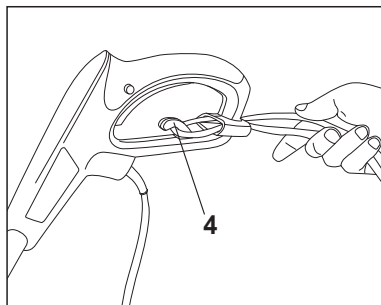

Fig. 5
1. Doublez la rallonge sur environ 30 cm depuis l'extrémité et passez la boucle à travers le trou de la poignée principale [3]. Tirez-la sur la retenue de cordon [4] et tirez doucement sur le cordon pour vous assurer qu'elle est solidement fixée (Fig. 5).